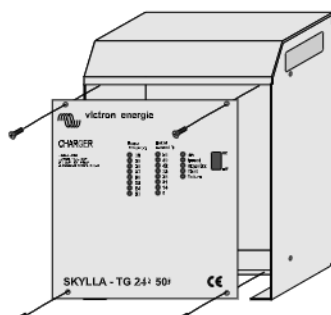

Abbildung 6.
- ☐ Entfernen Sie die 4 Schrauben auf der Vorderseite des Ladegerätgehäuses; siehe Abbildung 6.